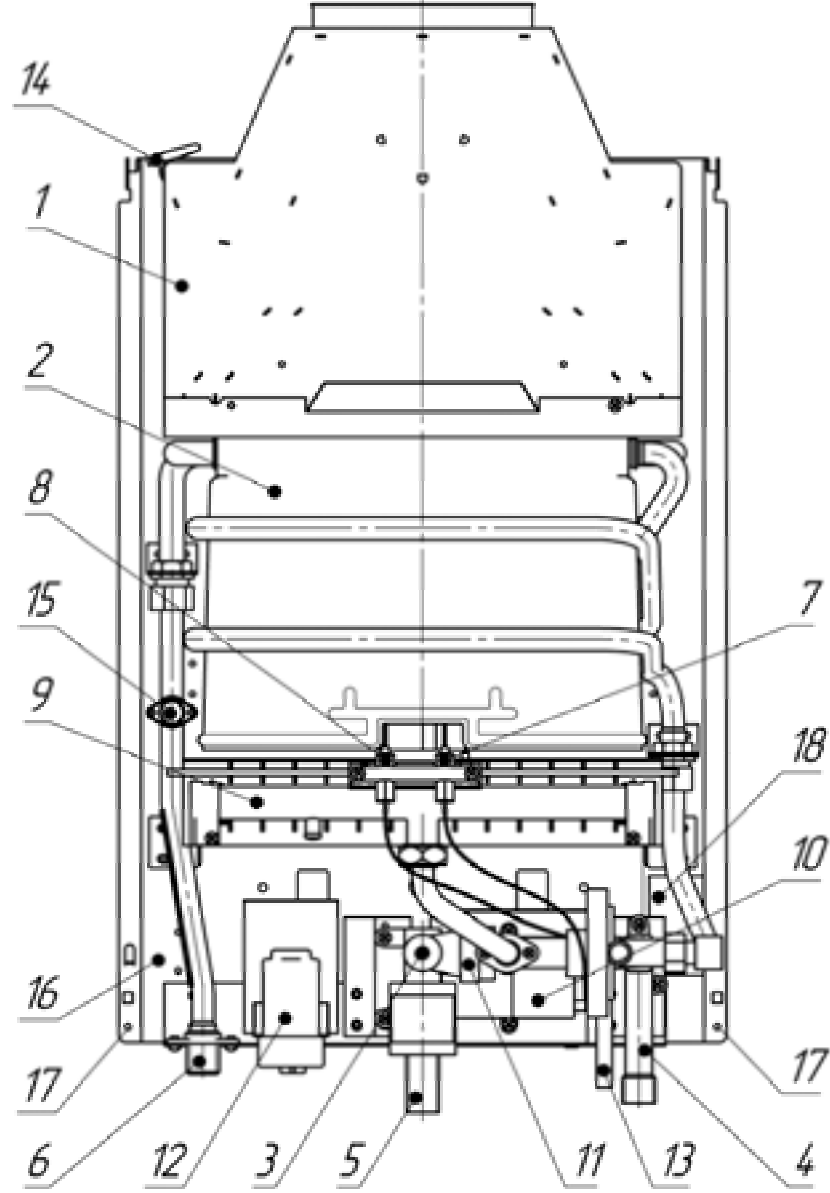

Рисунок 1. Аппарат водонагревательный проточный газовый бытовой
Составные части изделия, поясняющие принцип устройства аппарата и требующие технического обслуживания во время эксплуатации, показаны на рис. 1
2.4.1. Аппарат настенного типа имеет прямоугольную форму, образуемую съемной облицовкой 2 (см. рис.3), установленной на каркасе 16 (см. рис. 1).
Горелка с коллектором 9 (см. рис. 1) предназначена для воспламенения подаваемой к месту горения воздушно-газовой смеси.